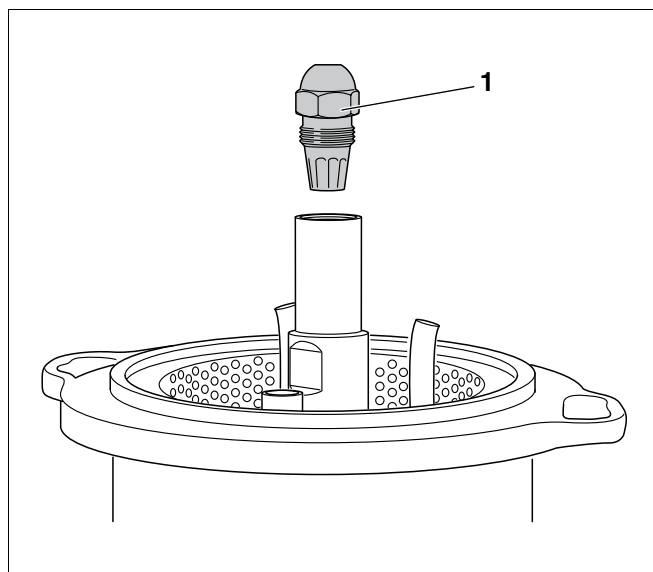

Fig. 49 Démontez le gicleur
- Desserrer le gicleur (fig. 49, **pos. 1**) à l'aide de deux clés plates SW 16 et SW 19.
- Desserrer le gicleur (fig. 49, page 41).